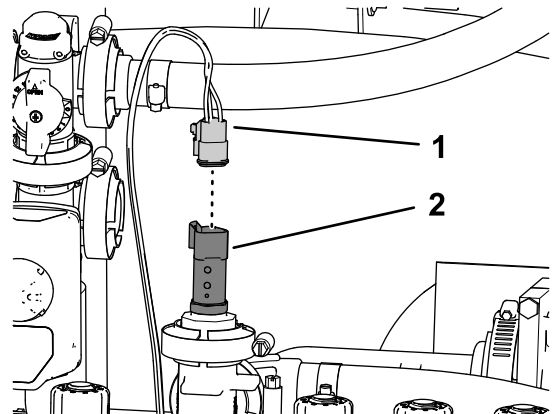

Figura 131
1. Inserte el conector hembra de 3 vías de la rama de 61 cm del arnés de cables del kit marcado PRESSURE TRANSDUCER GREEN WEDGE en el conector de 3 pines del arnés del transductor de presión (Figura 131).